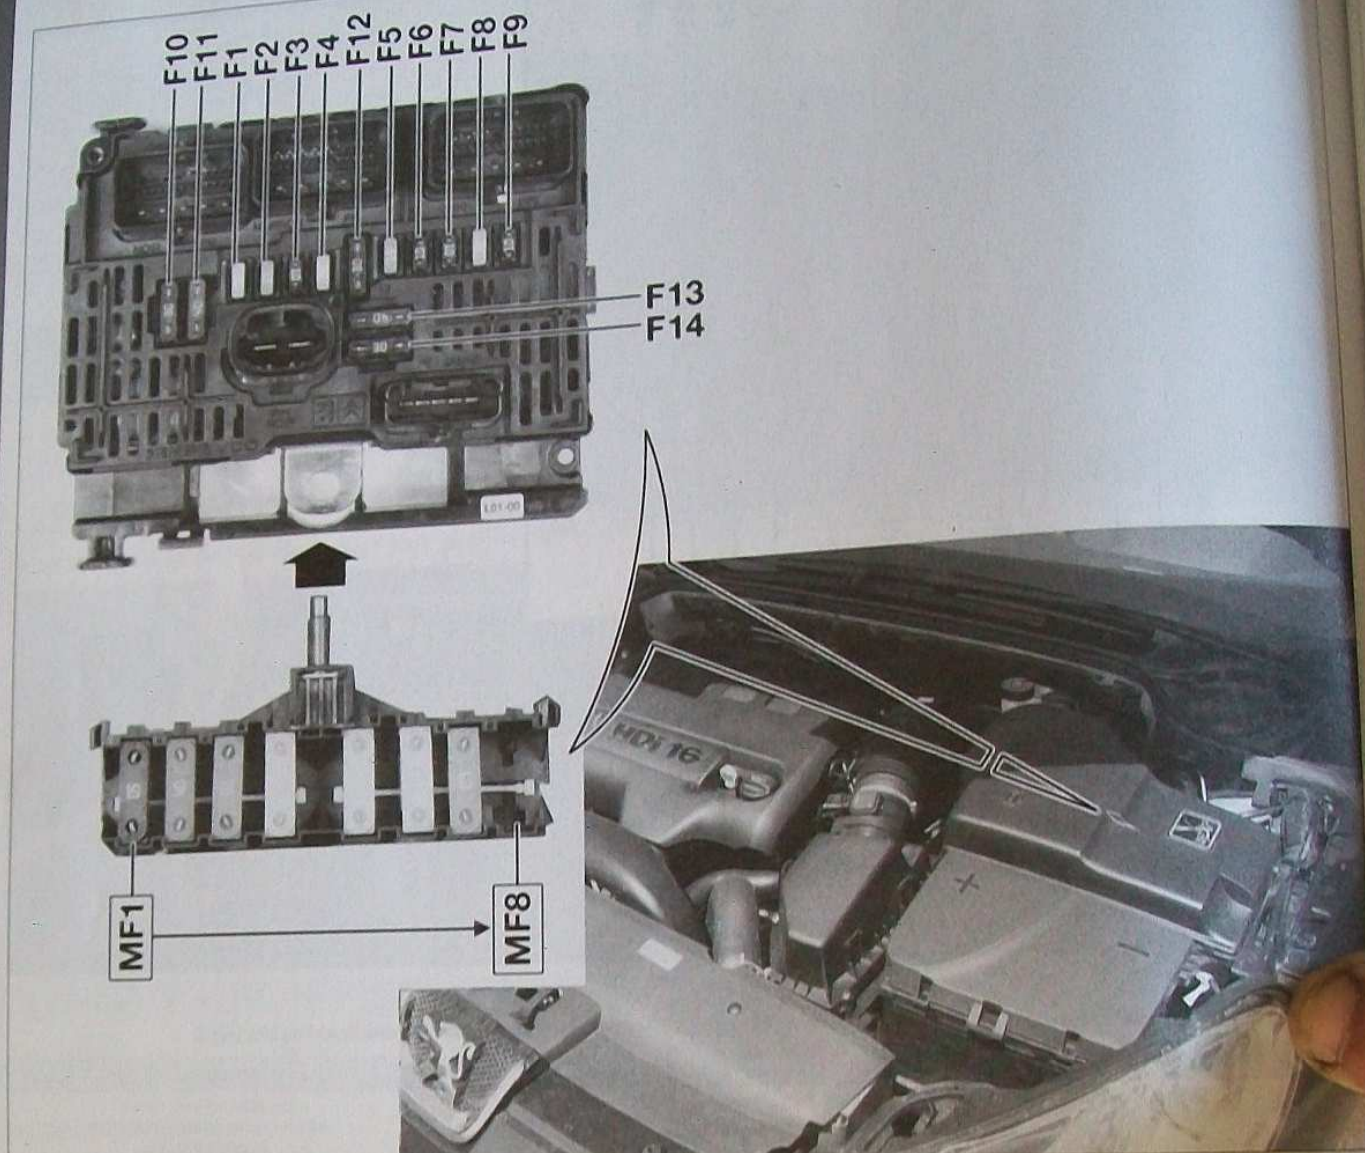

FIG.2
- les fusibles moteur se trouvent dans le compartiment moteur sous le cache calculateur, derrière la batterie (Fig.2).
Affectation des fusibles compartiment moteur (Fig.2)
Affectation des maxi fusibles compartiment moteur (Fig.2)